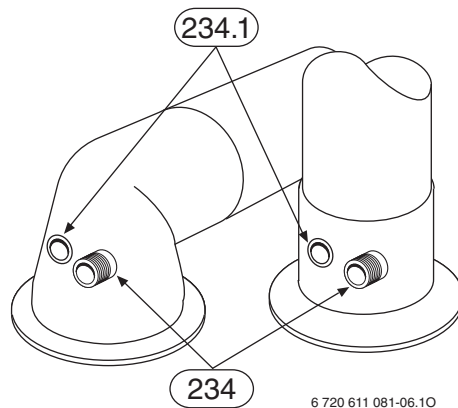

Fig. 63 Analisi di combustione
- ▶ Rimuovere il tappo dei gas combusti presso la presa di analisi combustione (234), Fig. 63.